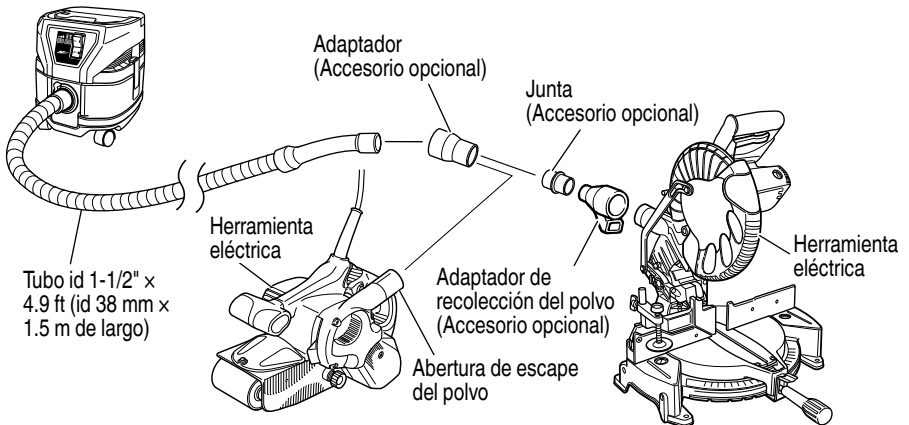

Fig. 18
4. Conexión de herramientas eléctricas (Fig. 18)